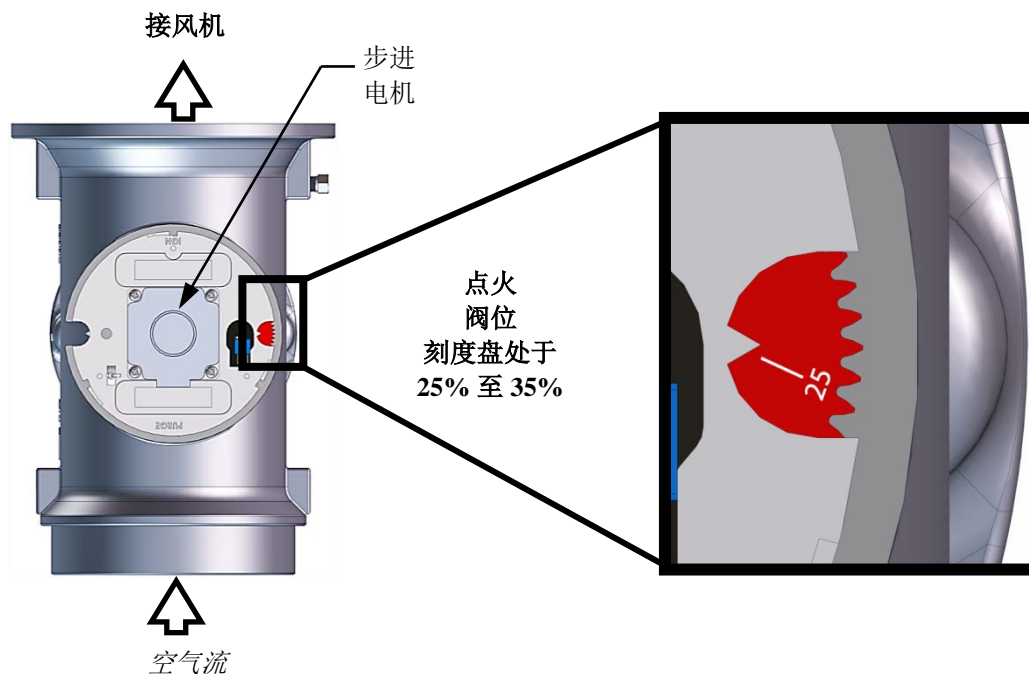

图3-6: 点火位置的空气/燃料阀
- (a) 空气/燃料阀将旋转至低火（点火位置）位置并关闭点火开关。空气/燃料阀（图 3-6）的刻度盘将显示 **25** 到 **35** 之间，表示阀门处于低火位置。